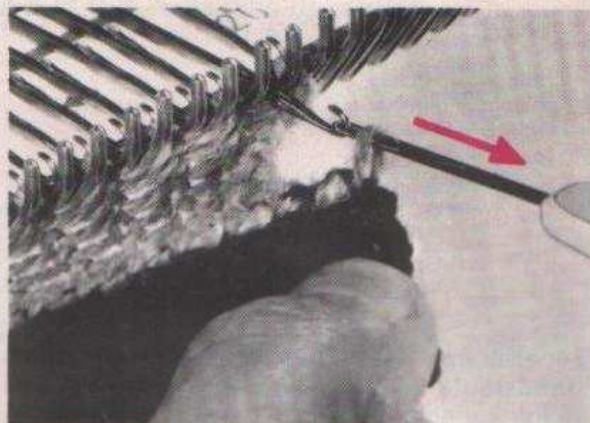

Fig. 69
8°/ Plier l'ourlet au centre et, avec le poinçon, accrocher les mailles du 1° rang tricoté en laine (T) en plaçant (fig. 69) :